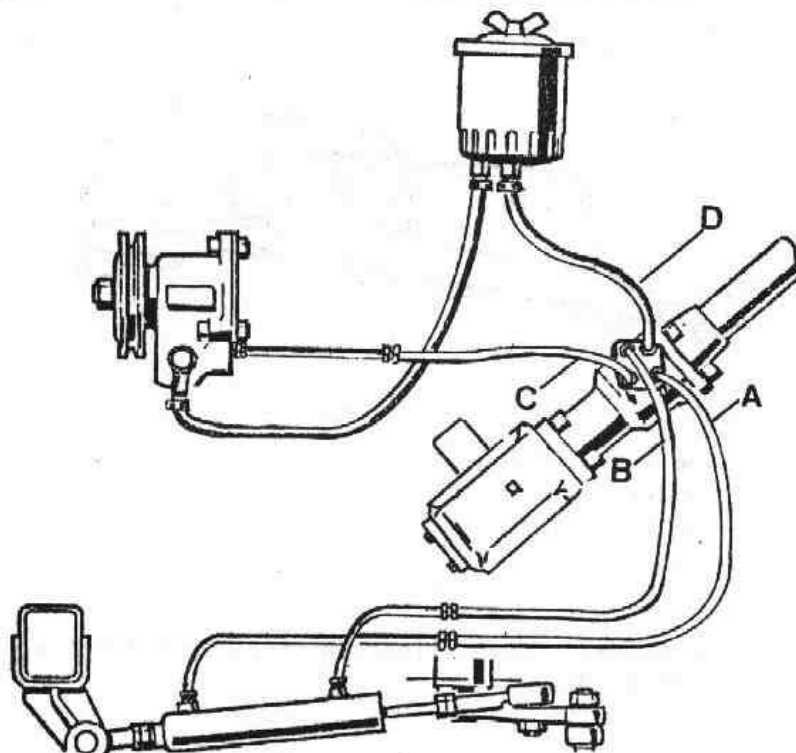

Fig. G2-11 Desmontaje de las tuberías de la válvula de control
- 1.2. Desconectar de la válvula de control la tubería, A (Fig. G2-11) de salida de aceite para giro a la izquierda, la tubería, B, de salida de aceite para giro a la derecha, la tubería, C, de entrada de presión y la, D, de salida de retorno. El aceite vertido se recogerá en un recipiente limpio.